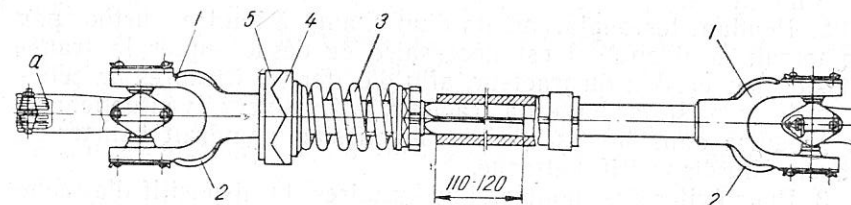

Fig. 80. Transmission à cardan à partir de la prise de force du tracteur
2. Avant de monter l'articulation de la transmission par cardan sur la queue de l'arbre de prise de force, on doit: lubrifier avec de la graisse consistante l'arbre et le tuyau du joint télescopique de la transmission par cardan; s'assurer que les chapes 1 (fig. 80) des articulations de l'arbre intermédiaire (télescopique) ont leurs œillets 2 placés dans un même plan. La négligence d'observer cette condition amène des surcharges de la transmission par cardan et de l'arbre de prise de force.
On ne peut pas tolérer le travail du train avec les éléments télescopiques butant l'un contre l'autre ou avec un chevauchement insuffisant, du fait que cela pourrait amener des cassures de la prise de force du tracteur et de la commande de la machine agricole. Régler la longueur du ressort 3 du manchon de sûreté de telle façon que, sous l'effet de surcharges, les manchons à griffes 4 et 5 (fig. 80) tournent l'un par rapport à l'autre. Un serrage excessif du ressort conduit au mauvais fonctionnement du manchon et aux surcharges de la transmission par cardan et de la prise de force.